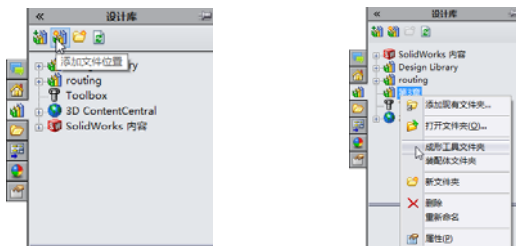

图 3-36 定义成形工具
STEP 8 单击右侧“设计库”中的“添加文件位置”按钮，在弹出的对话框中选择添加本书素材文件夹，再右击添加的文件位置选择“成形工具文件夹”菜单，将此文件夹设置为成形工具文件夹，如图 3-36 所示。